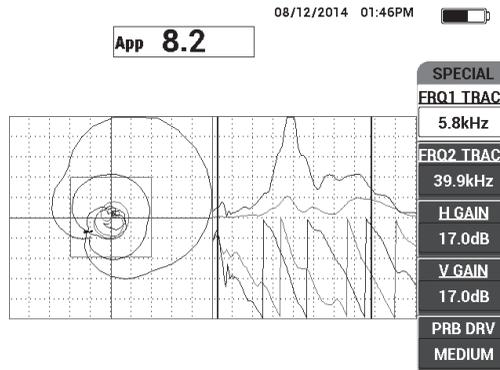

Abbildung 6-59 Spektrumsanzeige der Frequenz (rechts)
5. Scannen Sie langsam über Defekte und beobachten Sie aufmerksam das Frequenzspektrum (rechte Anzeige), besonders die Amplitudenkomponente (oben rechts) (siehe Abbildung 6-59 auf Seite 179).